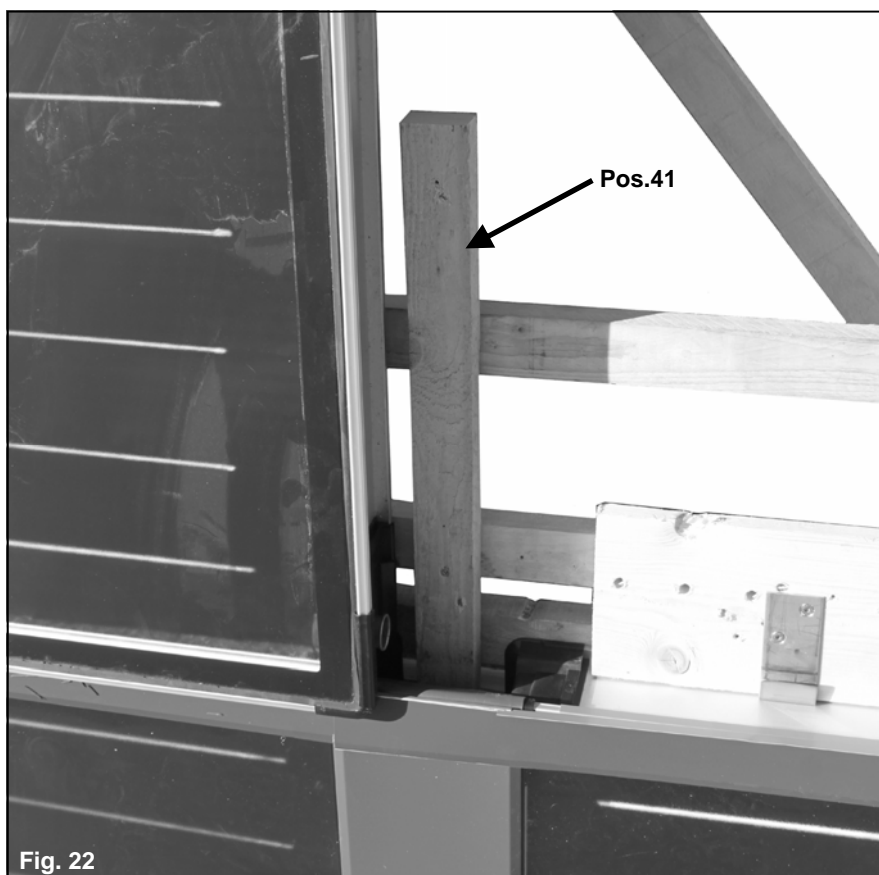

Fig. 22
- Fissare il listello del tetto 60 cm (Pos. 41) a destra, accanto al collettore sinistro (Fig. 22)